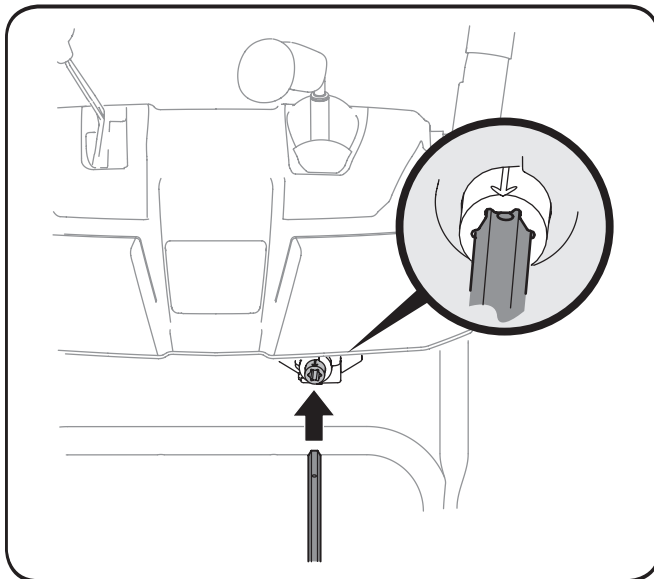

Figura 3-15
6. Inserte la varilla hexagonal dentro del engranaje del piñón por debajo de la palanca de control. Asegúrese de alinear el orificio en la varilla hexagonal con la flecha en el engranaje del piñón. Vea la Figura 3-15.